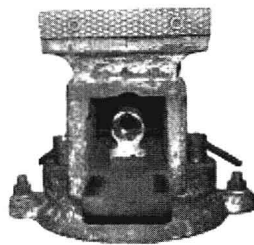

图 1-14 安装螺母
(2) 旋紧螺母 3 上的紧固螺钉, 安装螺母 3, 如图 1-14 所示。